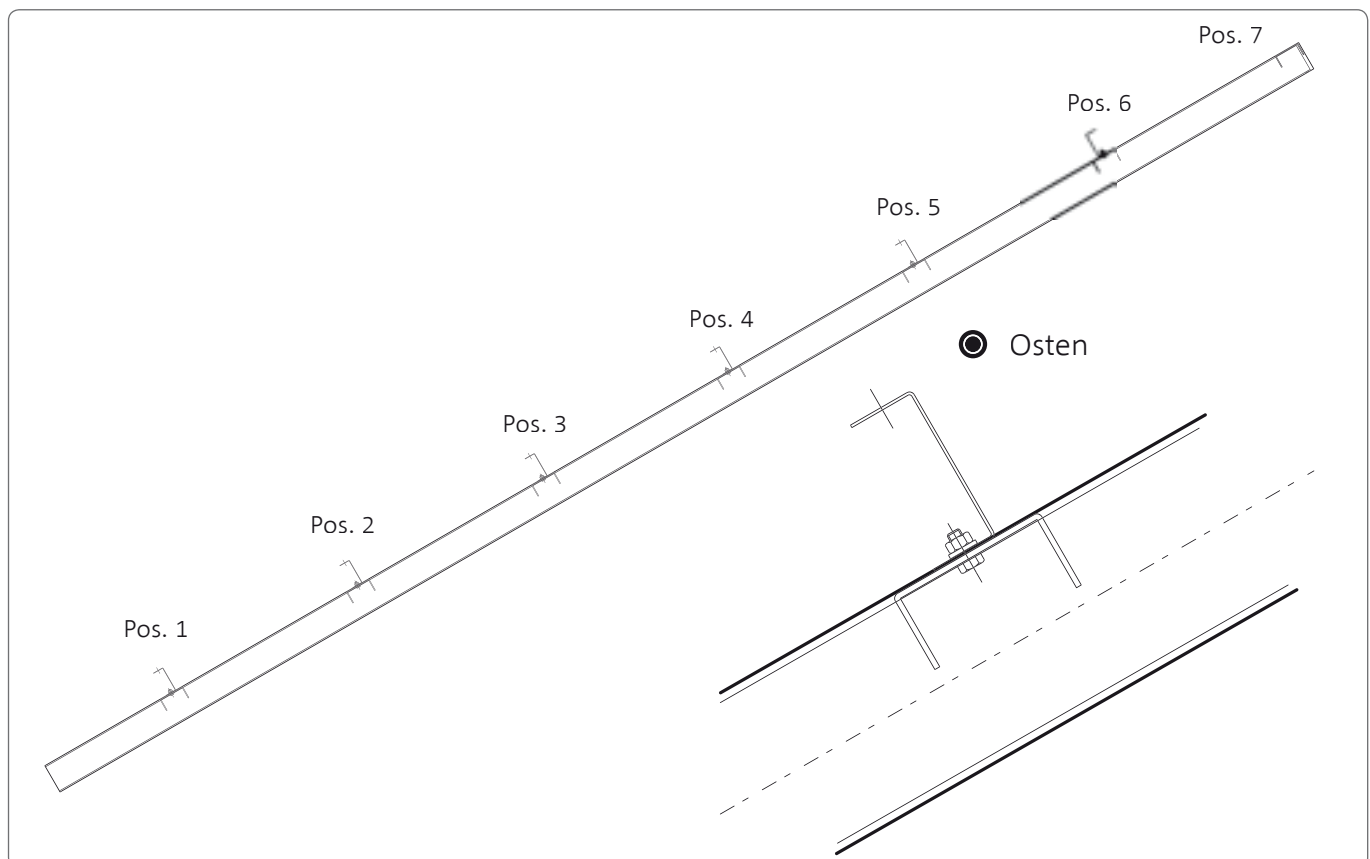

Abb. 1.5: Montage der Querträger
- Die U-Profile sind nach unten geöffnet; mit Ausnahme von Pos. 6 (siehe Abb. 1.5)
Alle Träger werden mit jeweils vier Schrauben und den dazugehörigen Muttern M10 sowie die Unterlegscheiben d:10,5 an den angeschweißten Trägenerahmen befestigt. (siehe Abb. 1.5)
1. Ein Schlupf/ Seil wird an der obersten Trägeraufnahme, auf der noch kein Querträger montiert ist (Pos. 7 in Abb. 1.5), befestigt.